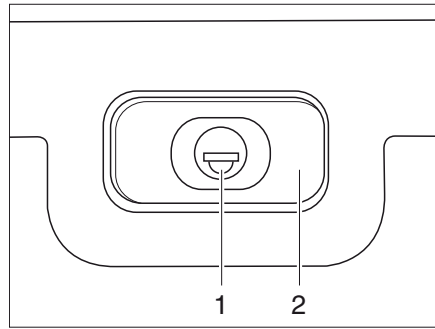

Fig. 32 Serrure du portillon, rectangulaire, fermée
- Insérer la clé dans le barillet (Fig. 32,1) et la tourner d'un quart de tour. La poignée de la serrure (Fig. 32,2) ressort.